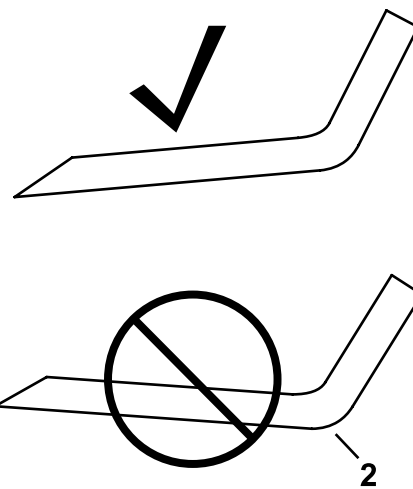

**Figura 76**
4. Inspeção as extremidades de corte de todas as lâminas. Afie as extremidades de corte se apresentarem sinais de desgaste ou ranhuras, afie apenas a zona superior da parte cortante e mantenha o ângulo de corte original para garantir um desempenho eficaz da lâmina (Figura 76).